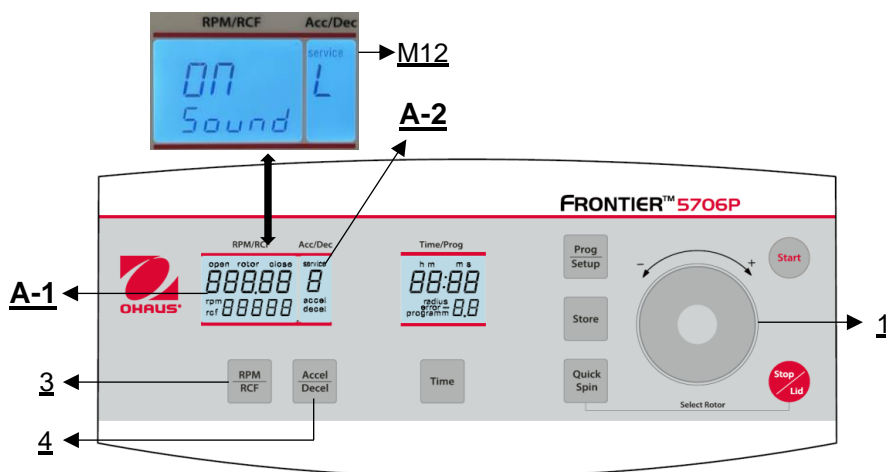

Figure 30
Procéder comme décrit au point 4.1.1 pour entrer dans ce mode de programmation et appuyer ensuite sur la touche "**Accel/Decel**" (4). Sur l'écran "**Acc/Déc**" (A-2), le mot "**Service**" (M12) clignote. Sélectionnez maintenant la lettre "**L**" à l'aide de la molette (1). Les mots "On Sound" apparaissent alors dans l'affichage "**RPM | RCF**" (A-1). Si vous appuyez maintenant sur la touche "**RPM | RCF**" (3), le mot "**On**" clignote et vous pouvez désactiver le son à l'aide de la molette (1) (voir Figure 30).